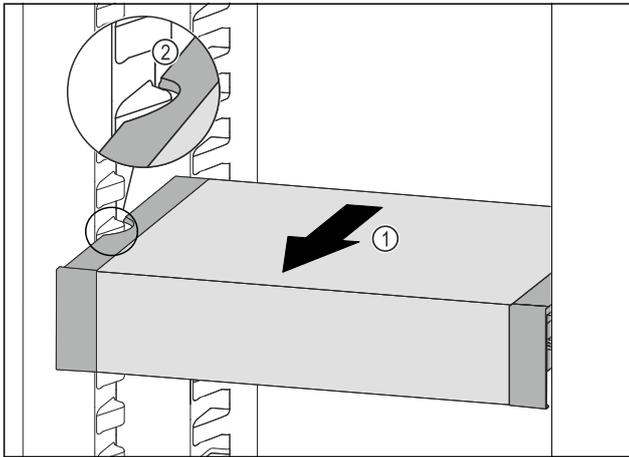

Fig. 121
- ▶ Потягнути VarioSafe вперед Fig. 121 (1), поки бокові заглиблення VarioSafe не опиняться на рівні ребра для ємності в охолоджувальному відділенні. Fig. 121 (2)